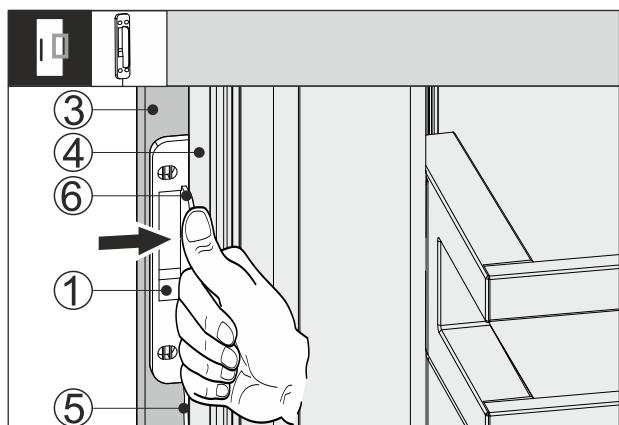

Fig. 65
- ▶ Вставьте датчик стука Fig. 65 (1) между мебельным фасадом Fig. 65 (3) и дверью устройства Fig. 65 (4) таким образом, чтобы кабель Fig. 65 (5) был слегка натянут. Упор Fig. 65 (6) датчика стука прилегает к двери устройства Fig. 65 (4).
- ▶ Прижмите датчик стука Fig. 65 (1) к мебельному фасаду Fig. 65 (3).
- ▶ Датчик стука Fig. 65 (1) приклеен. Приклеивание датчика стука оптимизирует передачу сигнала стука.
Надежная фиксация датчика стука Fig. 65 (1) повышает срок службы.
- ▶ Прикрутите датчик стука Fig. 65 (1) при помощи входящих в комплект поставки винтов к мебельному фасаду Fig. 65 (3).